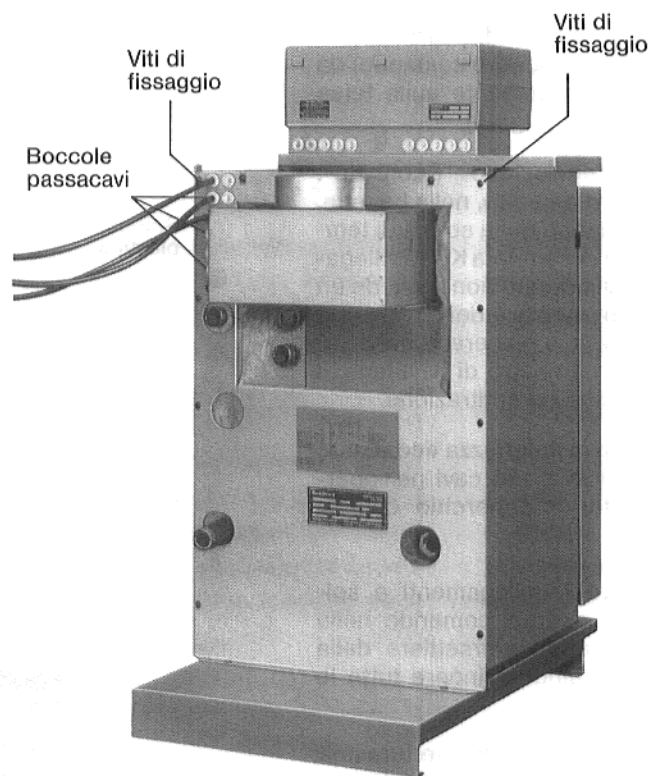

Fig. 7
Allo scopo svitare entrambe le viti di fissaggio posteriori (Fig. 7).
6. Eseguiti tutti i collegamenti elettrici, rimettere in posizione il coperchio posteriore ed avvitarlo (Fig. 7).